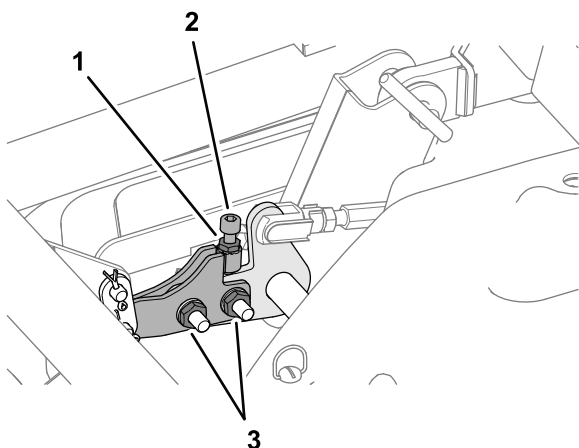

Figura 123
- A. Slăbiți cele 2 piulie care fixează articulația de asigurare a planeității (Figura 123).
B. Slăbii contrapiulița care fixează urubul cu cap imbus (Figura 123).
10. Strângeți cele 2 piulie pentru articulația de asigurare a planeității și contrapiulița pentru urubul cu cap imbus (Figura 123).
7. Strângeți contrapiulița pentru elementele de reglare a înclinării punii (Figura 123).